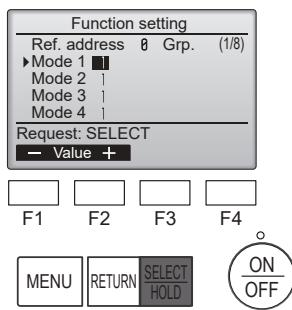
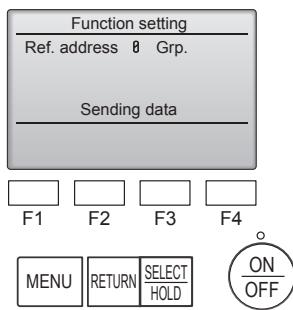

Fig. 7-15
Fig. 7-16
⑥ (Fig. 7-15) (Fig. 7-16)
① Accès au mode de sélection des fonctions